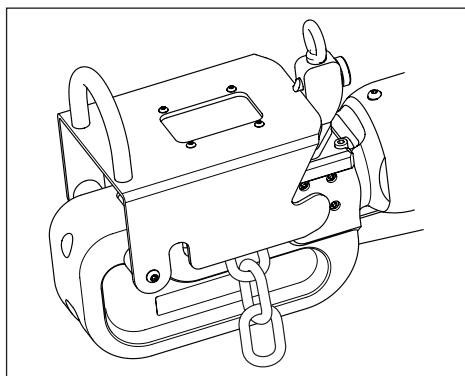

图 14. 待切割链条（典型）
请按下述步骤更换切断机液压油箱内液压油：请参见图 13A 到 13E，以及图 14：
10. 将油排空后，拆下支架的三颗螺钉，将支架从切断机底部取下。参见图 14。